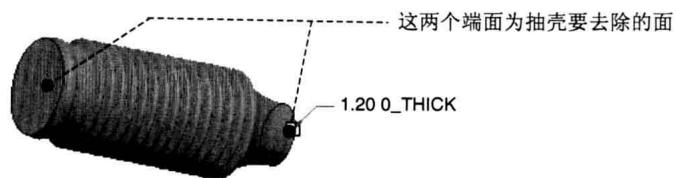

图 1.9 壳 1
Step6. 添加抽壳特征——壳 1。选择下拉菜单 $\text{插入}(\text{I}) \rightarrow \text{壳(L)...}$ 命令；要去除的面如图 1.9 所示，壁厚值为 1.2。